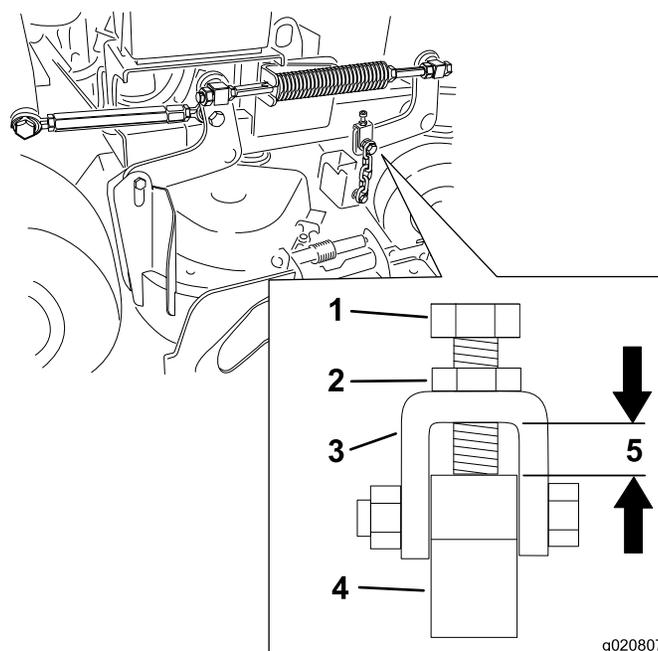

Bild 83
Hinweis: Der Abstand muss 11 mm sein, siehe Bild 83
12. Lösen Sie die Klemmmutter und stellen Sie die Schraube ein, um den richtigen Abstand zu erhalten, der in Bild 83 dargestellt ist.